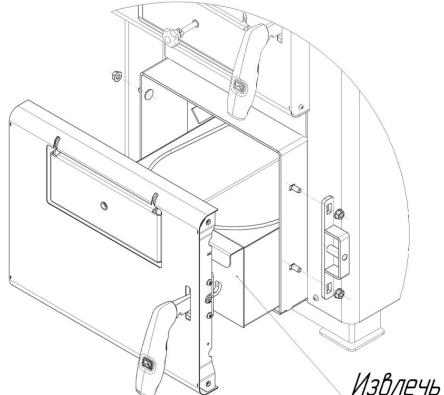

Рисунок 2.2
2. Выкрутить гайки крепления кронштейн на двери и петли запорного механизма ручки и демонтировать их. Также необходимо извлечь ящик зольника. Рис. 2.2